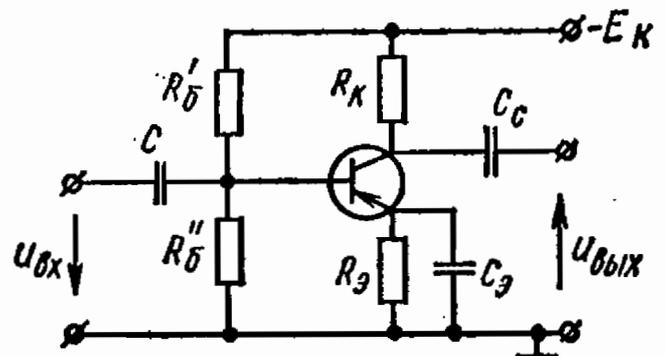

Рис. 13.14
13.14. Определить емкость конденсатора $C_Э$ усилительного каскада с температурной стабилизацией (рис. 13.14), если известно,